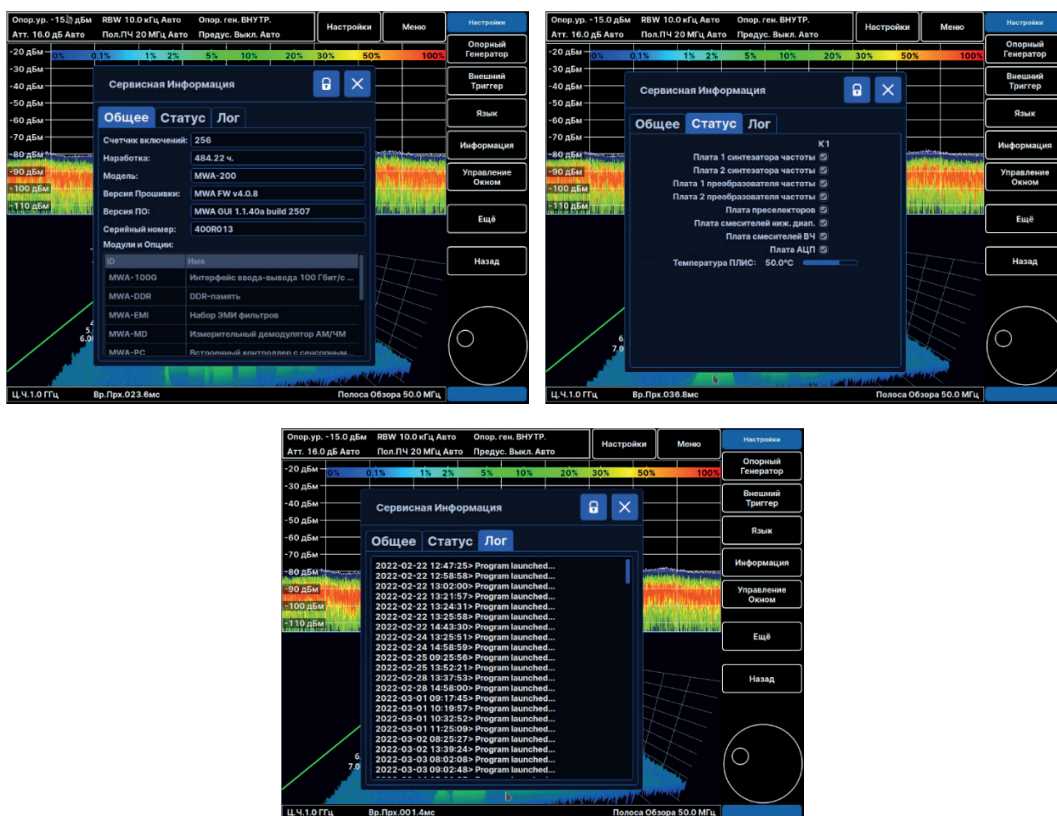

Рис. 11. Меню сервисной информации
- следующая информация представлена на трех вкладках в появившемся окне (Рис. 11), выберите необходимую вкладку:
- нажмите экранную клавишу **Настройки / Settings** в главном меню (Рис. 11) либо «настр»/«setup» на боковой клавиатуре;